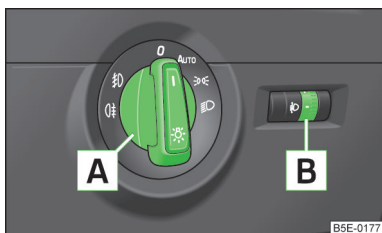

Fig. 28
La autovehiculele cu **volanul pe partea dreaptă** ordinea aranjării elementelor de comandă diferă parțial față de » **fig. 28** la pagina 57 ordinea prezentată. Simbolurile care marchează pozițiile elementelor de operare sunt aceleași.
Pozițiile comutatorului de lumini » fig. 28.
Prin rotirea butonului rotativ » fig. 28 din poziția — în se adaptează treptat înălțimea de luminare a farurilor și astfel este scurtat conul de lumină.
► Rotiți comutatorul de lumini în poziția 0 sau **AUTO** » fig. 28 la pagina 57.